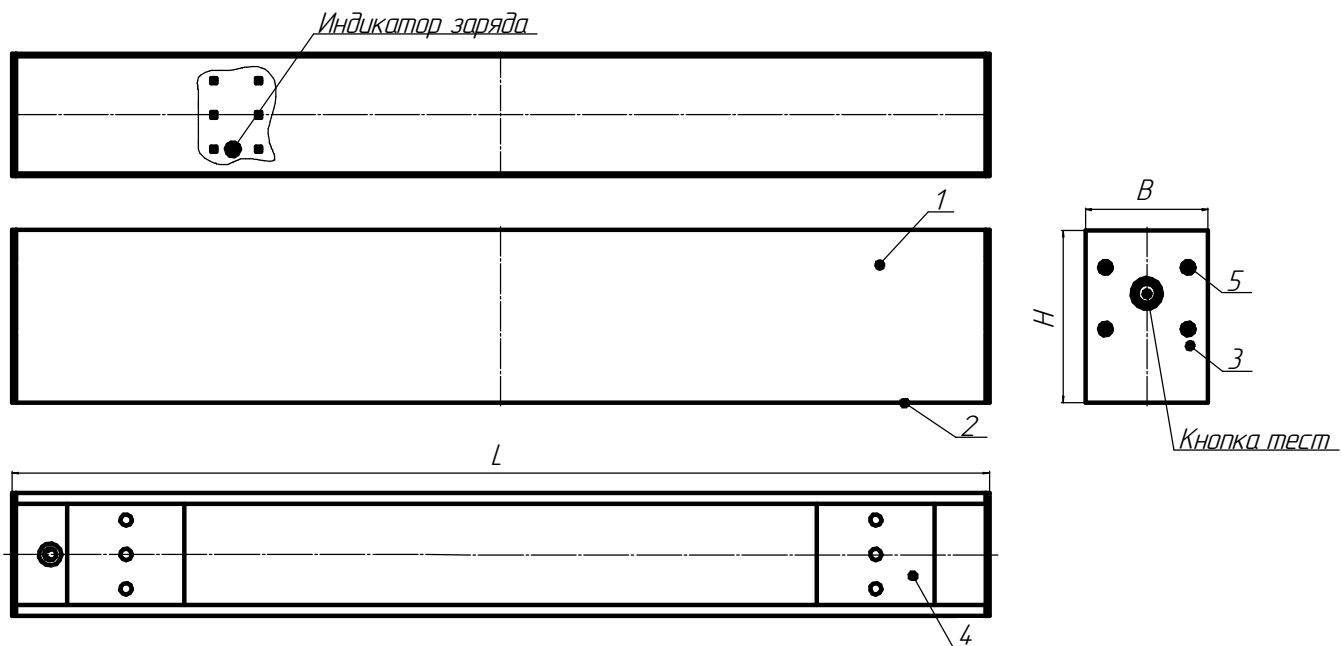

Рисунок 1 - Общий вид светильников
5.6. В светильниках присутствует ручное тестирование аварийного режима. Выключите светильник. Нажимайте кнопку, находящуюся под рассеивателем, на панели со светодиодными модулями (рисунок 1). Источник питания светильника переключится в аварийный режим, напряжение на светодиодные модули будет подаваться от аккумулятора. Для возврата в рабочий режим, отпустите кнопку ручного тестирования.